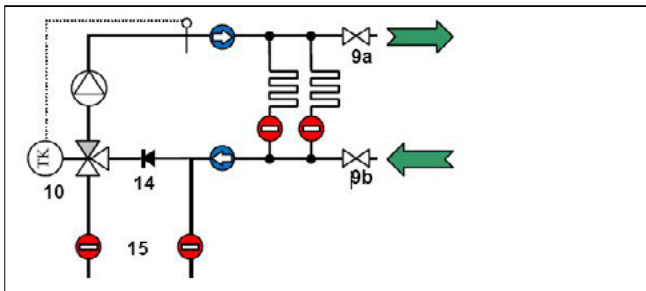

Fig. 8-3
5. brancher le flexible de remplissage sur la vanne de remplissage et de purge du circuit de retour (9b, Fig. 8-3) et le tuyau de purge sur la vanne de remplissage et de purge du circuit d'alimentation (9a, Fig. 8-3).